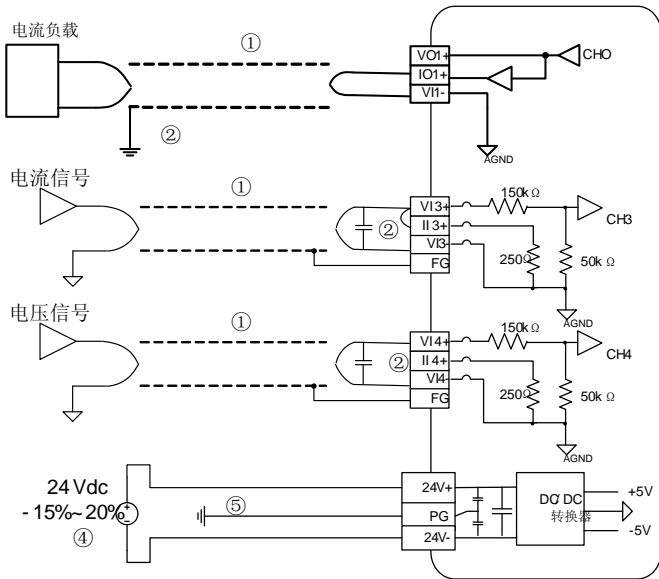

图 2-5 MC200-5AM 用户端子布线示意图
用户端子布线要求，请参见图2-5。图中①~⑤表示布线时必须注意的事项：